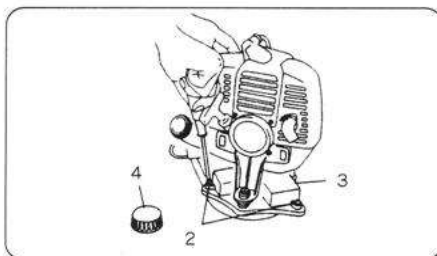

図46
②エンジンを半回転し電池ケース(3)を留めているネジ2本(2)を外します。それから電池ケース(3)を引き出します。長いドライバーを使用するときはタンクキャップ(4)を外し出来るだけドライバーを垂直に立てて回してください。(図46)